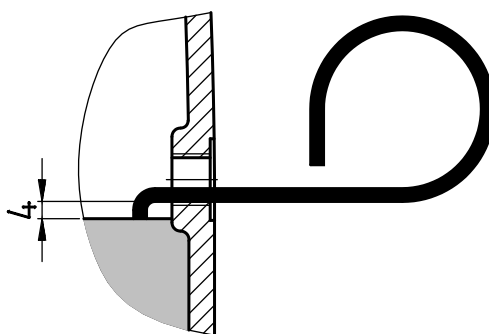

Figura 33: controllo del livello dell'olio con l'asticella di misura
2. Controllare il livello dell'olio nel riduttore con l'asticella di misurazione in dotazione (cod. 28300500), come mostrato in Figura 33. Durante questa operazione è necessario mantenere in posizione verticale la porzione di asticella immersa nell'olio. Il livello massimo corrisponde al bordo inferiore del foro di livello dell'olio. Il livello minimo si trova circa 4 mm al di sotto del bordo inferiore del foro di livello dell'olio. In questo caso l'asticella si immerge appena nell'olio.